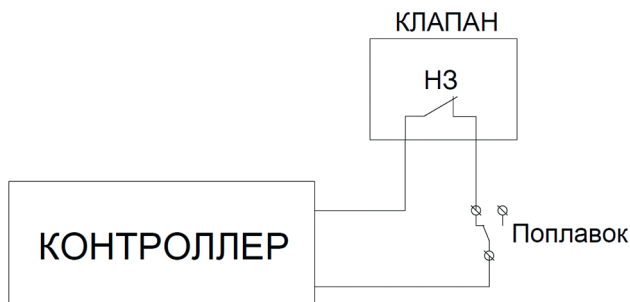

Рис.1
1. Подключить клапан в разрыв поплавкового выключателя, тем самым при промывке напорного фильтра СОО будет думать, что ёмкость заполнилась, но в таком случае СОО тоже уйдет в промывку (длительность промывки ~30сек). Если на напорном фильтре установлен клапан Clack без отсечного клапана, то на СОО пойдет неочищенная вода, что в некоторых случаях необходимо/допустимо. Если отсечной клапан установлен или используется клапан Runxin, то, скорее всего, СОО уйдет в ошибку по сухому ходу. При подключении по схеме (рис.1) внутренний счетчик наработанных часов будет обнуляться.